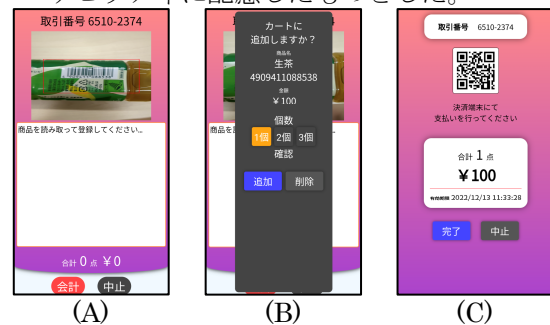

図 1 Web アプリの UI
主に PHP と JavaScript により実装した。スマホで表示した本 Web アプリの UI を図 1 に示す。(A) が起動直後の画面であり、スマホのカメラから取得した画像を上部に表示している。この画像から JAN コードを解析し、予め商品情報を登録しておいたデータベースに照会する。一致する JAN コードが存在する場合、(B) のように商品名と金額を画面上に表示する。存在しない場合は再度商品の読み取りを要求する。その後、商品追加ボタンを押すと、画面中央部の白枠に商品名と金額が追加される。また、画面の下部には、合計金額が表示される。全ての商品の読み取りが完